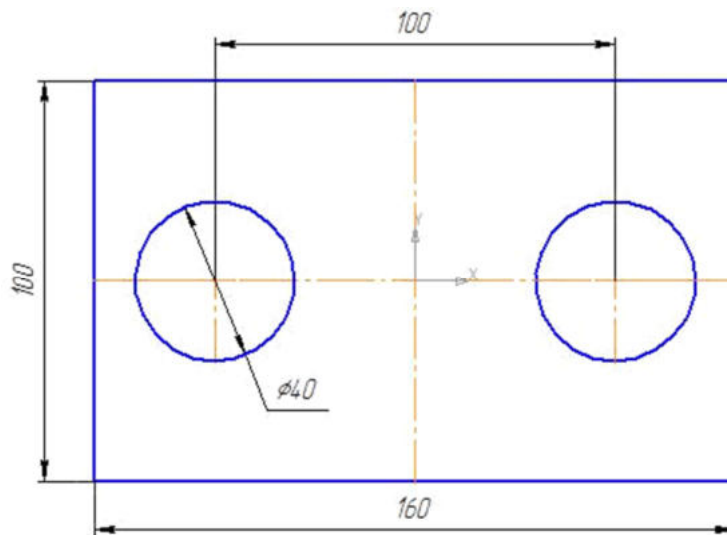

Рис. 17
- ☐ если отверстие одно, то щелчком ЛКМ зафиксируйте фантом строящегося размера (рис. 17);